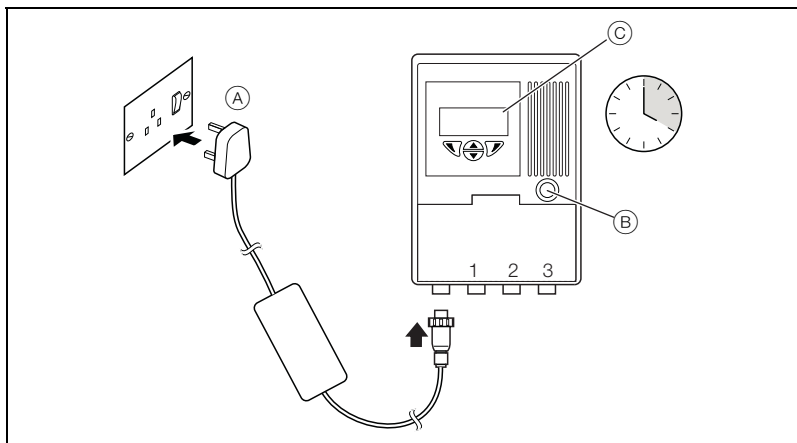

Рис. 6.1 Подзарядка CalMaster2
1. Вставьте в розетку универсальный сетевой адаптер (А) – см. Рис. 6.1.